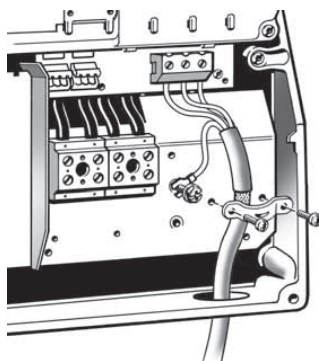

Рис. 14 Подключение электродвигателя, корпус В2
1. Подключите заземляющий провод к клемме 99 (PE). См. рис. 14.
2. Подключите провода питания к клеммам 96 (U), 97 (V), 98 (W).